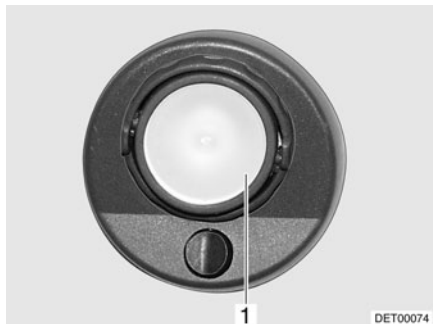

Fig. 209 Lámpara halógena sobre revoque de la cabina del conductor (Modelo I)
- Sacar la cubierta de vidrio (Fig. 209,1) con cuidado, haciendo palanca con una herramienta apropiada (p. ej. destornillador) y retirarla.